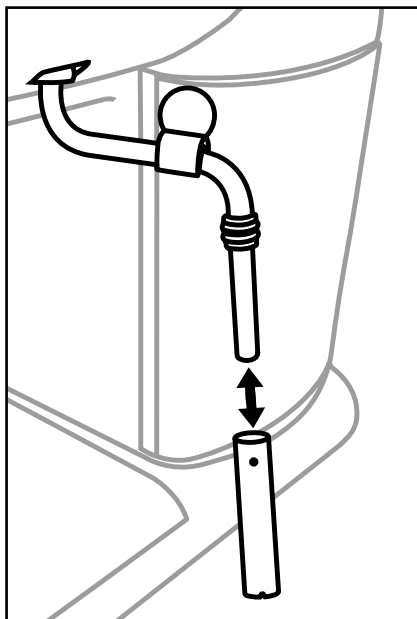

Figura 1
- 5) Retire a capa do espumador de leite 10 (figura 1) e limpe-a cuidadosamente com água quente.
- 7) Coloque novamente a capa sobre o bocal (figura 1).